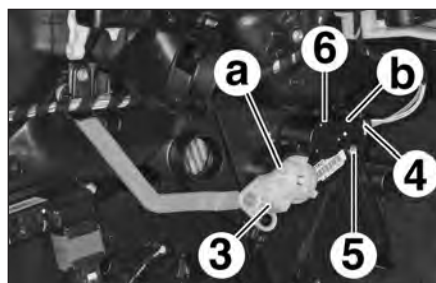

FIG.37
- Dégraffer la biellette (3) en (a) (Fig.37).
- Débrancher le connecteur (4).
- Déposer la vis (5).
- Déverrouiller le motoréducteur (6) en appuyant en (b).
- Tourner le motoréducteur (6) d'un quart de tour dans le sens antihoraire et le déposer.